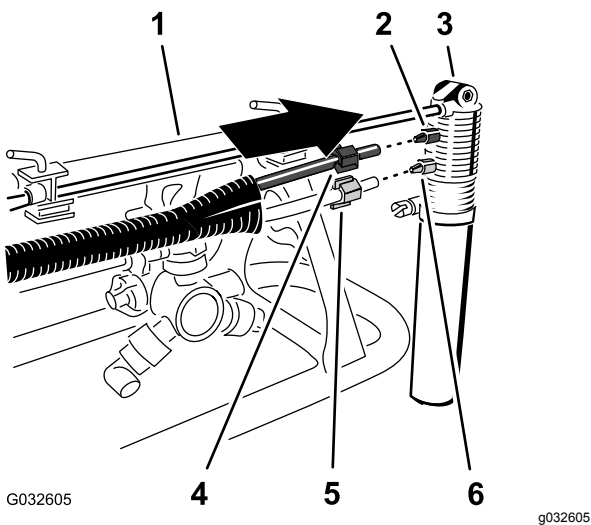

Рисунок 13
- Наденьте синюю зажимную гайку на конец синей трубки и белую зажимную гайку на конец прозрачной трубки (Рисунок 13).
2. Совместите конец прозрачной трубки с белой зажимной гайкой на белом фитинге насадки пенного маркера и затяните зажимную гайку от руки (Рисунок 13).
3. Совместите конец синей трубки с синей зажимной гайкой на синем фитинге насадки пенного маркера и затяните зажимную гайку от руки (Рисунок 13).